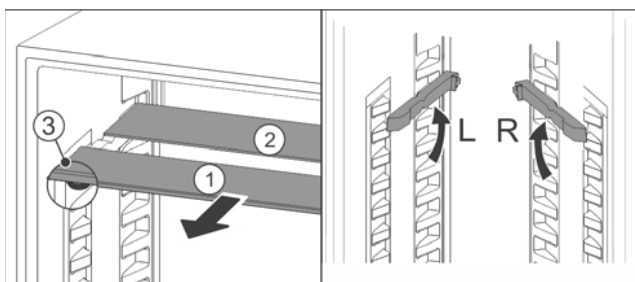

Fig. 91
- По одной извлеките Fig. 91 (1) стеклянные панели движением вперед.
- ▷ Стеклянная панель Fig. 91 (1) с декоративной планкой лежит спереди.
- ▷ Стопоры Fig. 91 (3) показывают вниз.